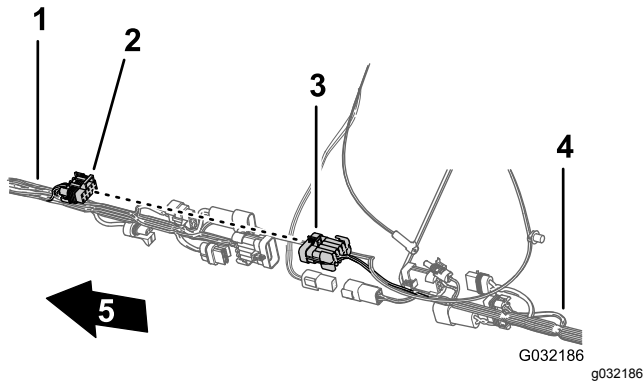

Bild 115
2. Stecken Sie den 10-Buchsen-Stecker des vorderen Kabelbaums für die Sprühfahrzeug-Kabelbaumverbindung in den 10-Stift-Stecker des hinteren Kabelbaums für die Sprühfahrzeug-Kabelbaumverbindung (Bild 115).